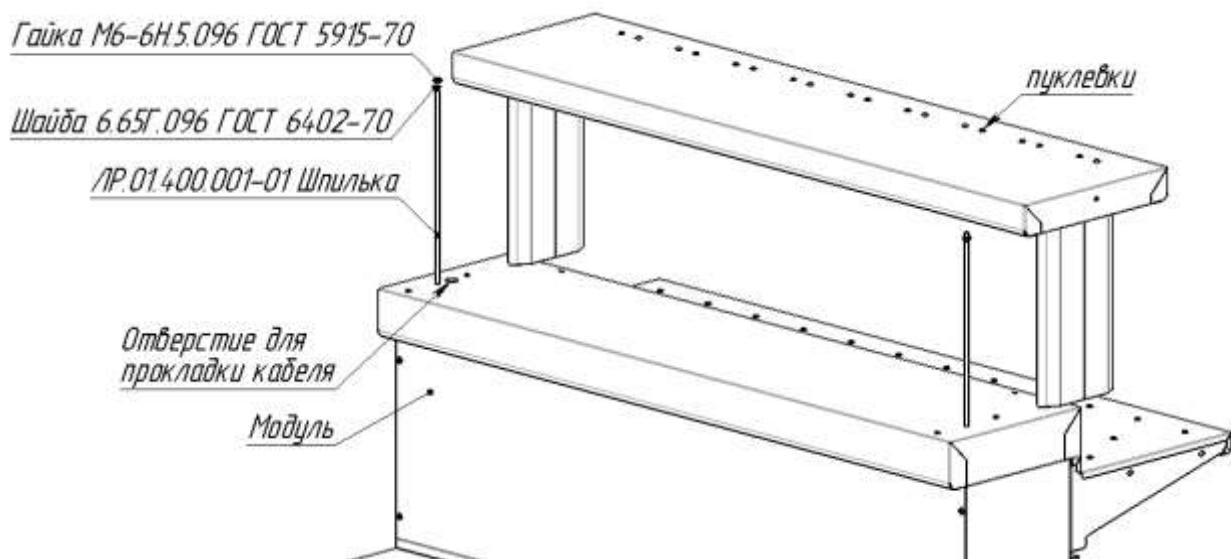

рис. 3.2
- Установить полку на столешницу, шпильки при этом должны пройти сквозь стойки. Полку следует ориентировать так, чтобы пуклевки были обращены в сторону направляющей (см. рис. 3.2);